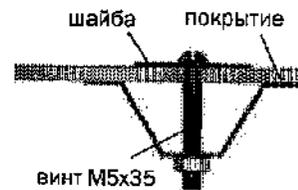

Рис.16
3. Установите боковины торца в соответствии с рис.16. Придерживая кусок покрытия, закрепите его винтами с шайбами по деталям **6н, 7, 8, 21** и по уголкам с помощью самонарезных винтов с шайбами. Отверстия для винтов выполняются сверлом диаметром 5 мм изнутри теплицы через готовые отверстия в деталях каркаса. Установите куски «конька», закрепляя их на уголки с помощью самонарезных винтов с шайбами. Нахлест с боковинами срезать.